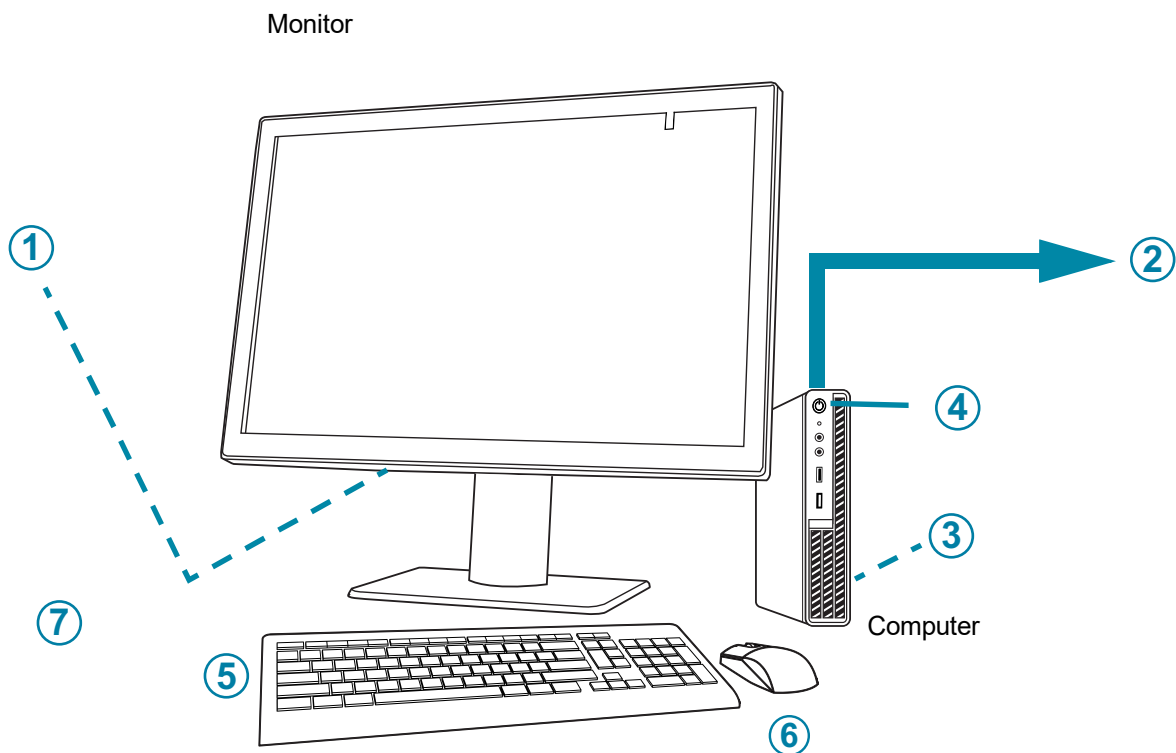

Abb. 1-4 Komponenten der Review Station
Legende zu Abb. 1-4
①	Netzschalter des Monitors unter der Abdeckung des Anschlussfachs
②	Verbindung zum Image Management Server (als Konzept dargestellt in Abb. 1-4)
③	Computer-Prozessor, im Computer eingebaut
④	Netzschalter des Computers, Position variiert je nach Computermodell
⑤	Computertastatur
⑥	Computermaus
⑦	Barcode-Scanner (optional, nicht abgebildet in Abb. 1-4)